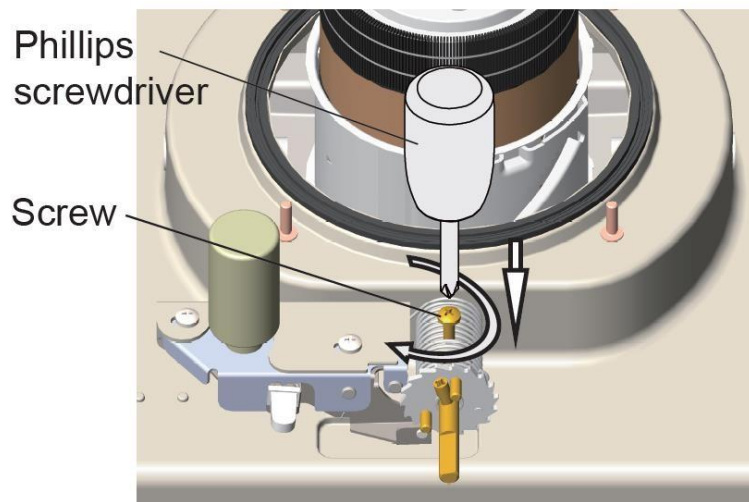

Bild 20
9. Använd en korsskruvmejsel för att dra åt rörskruv (bild 20).